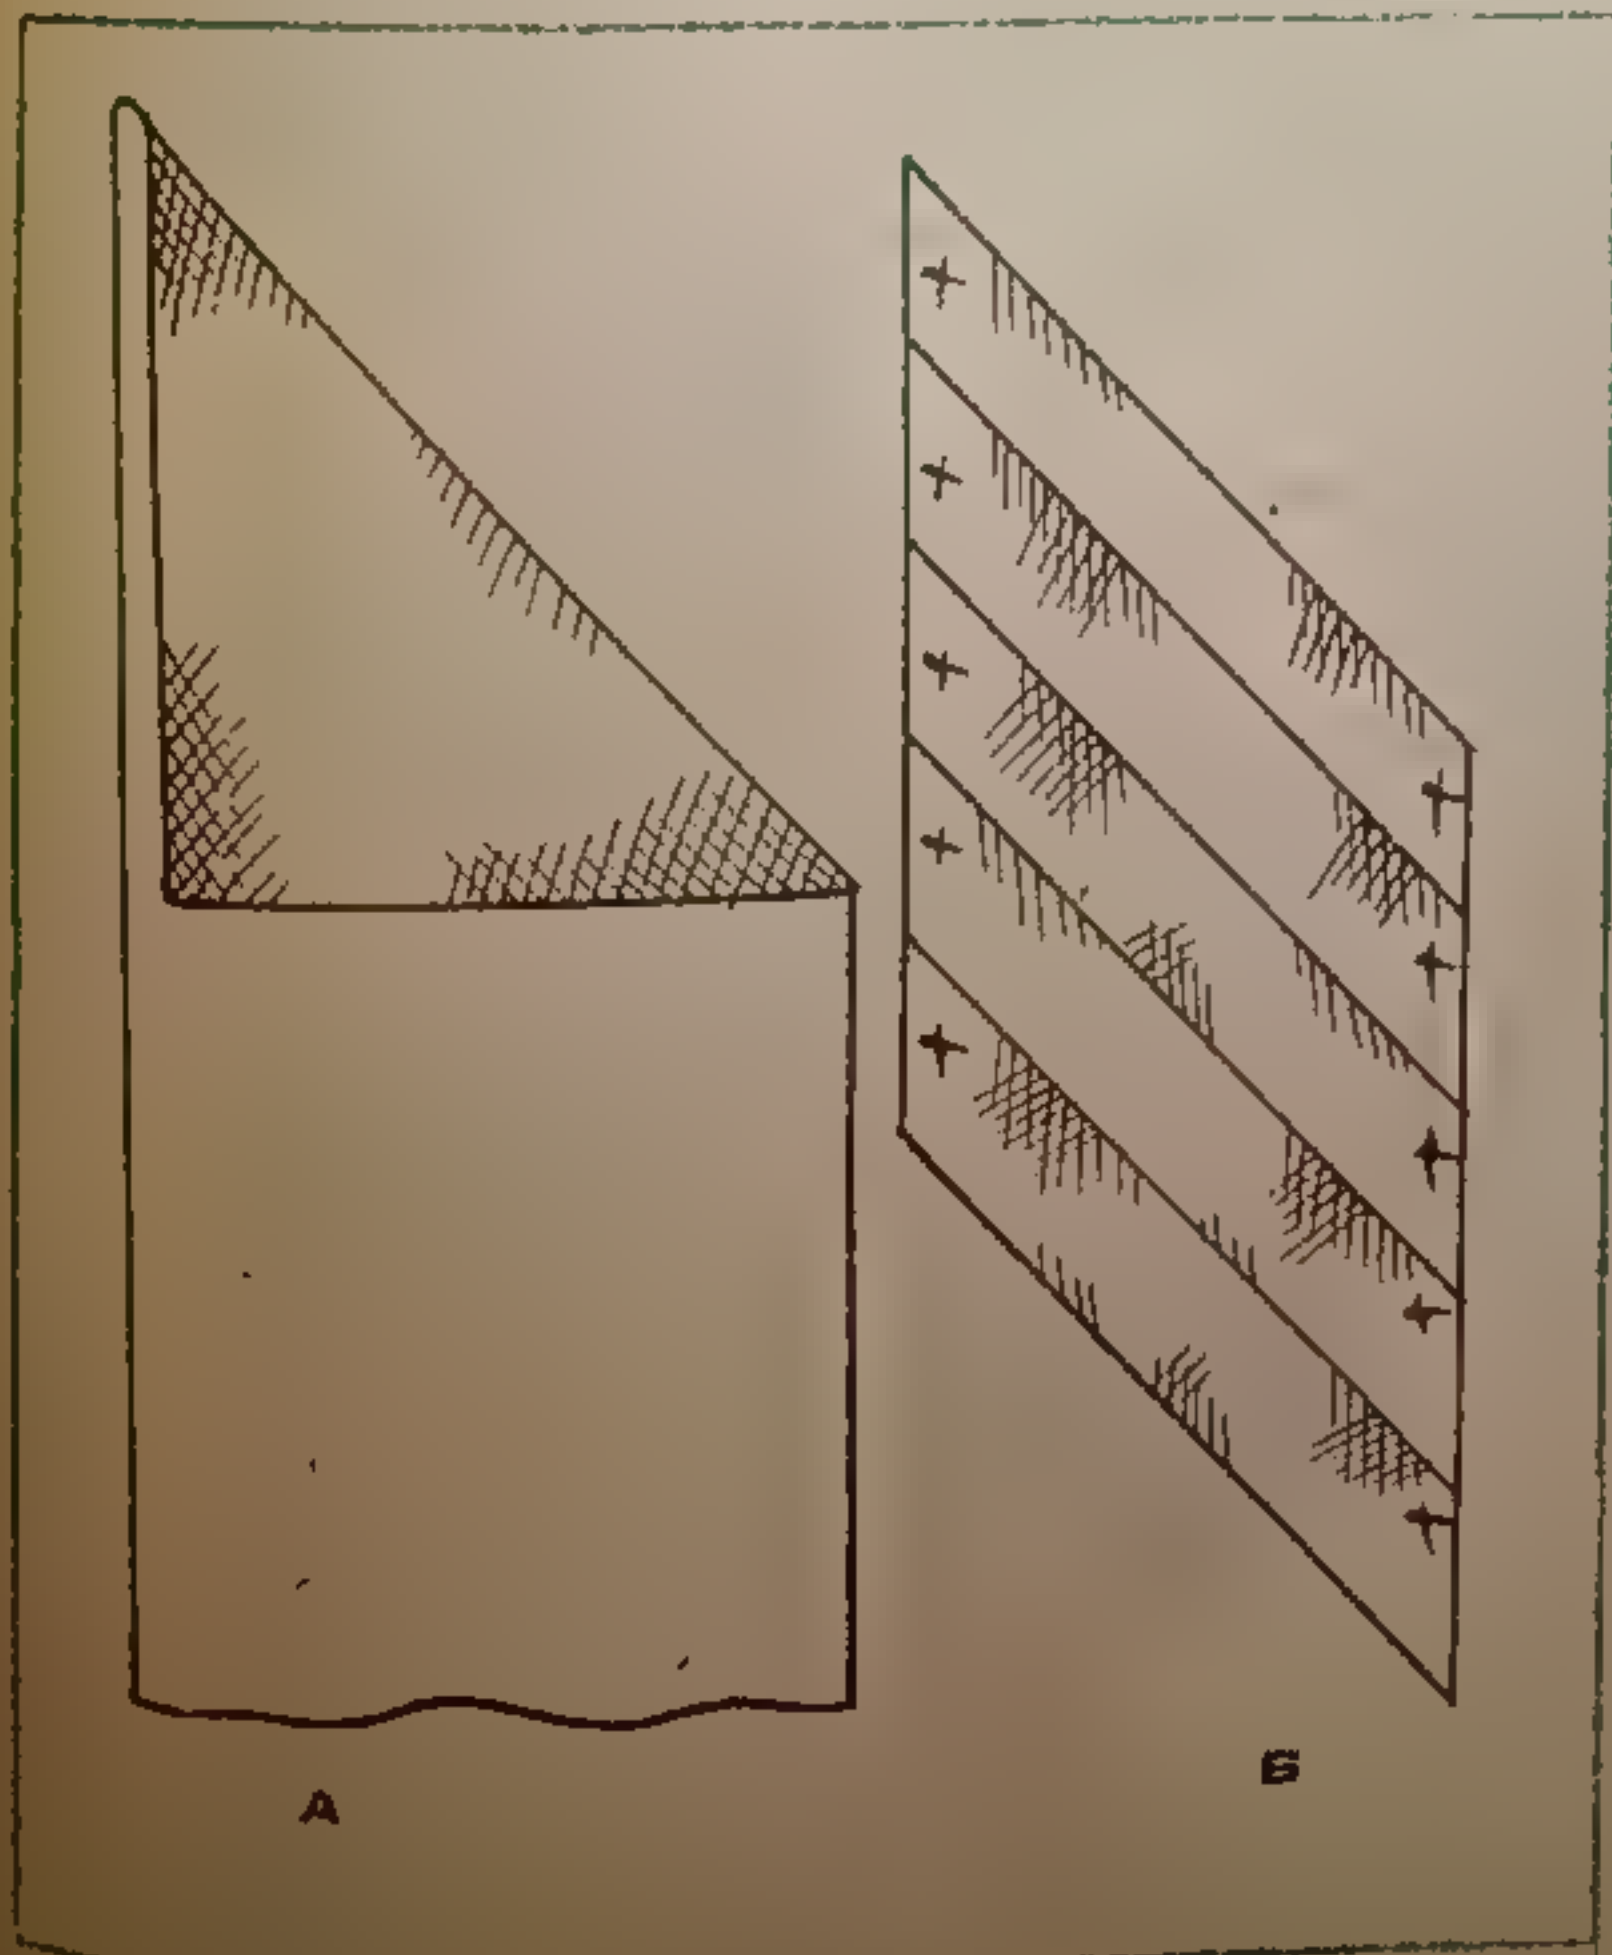
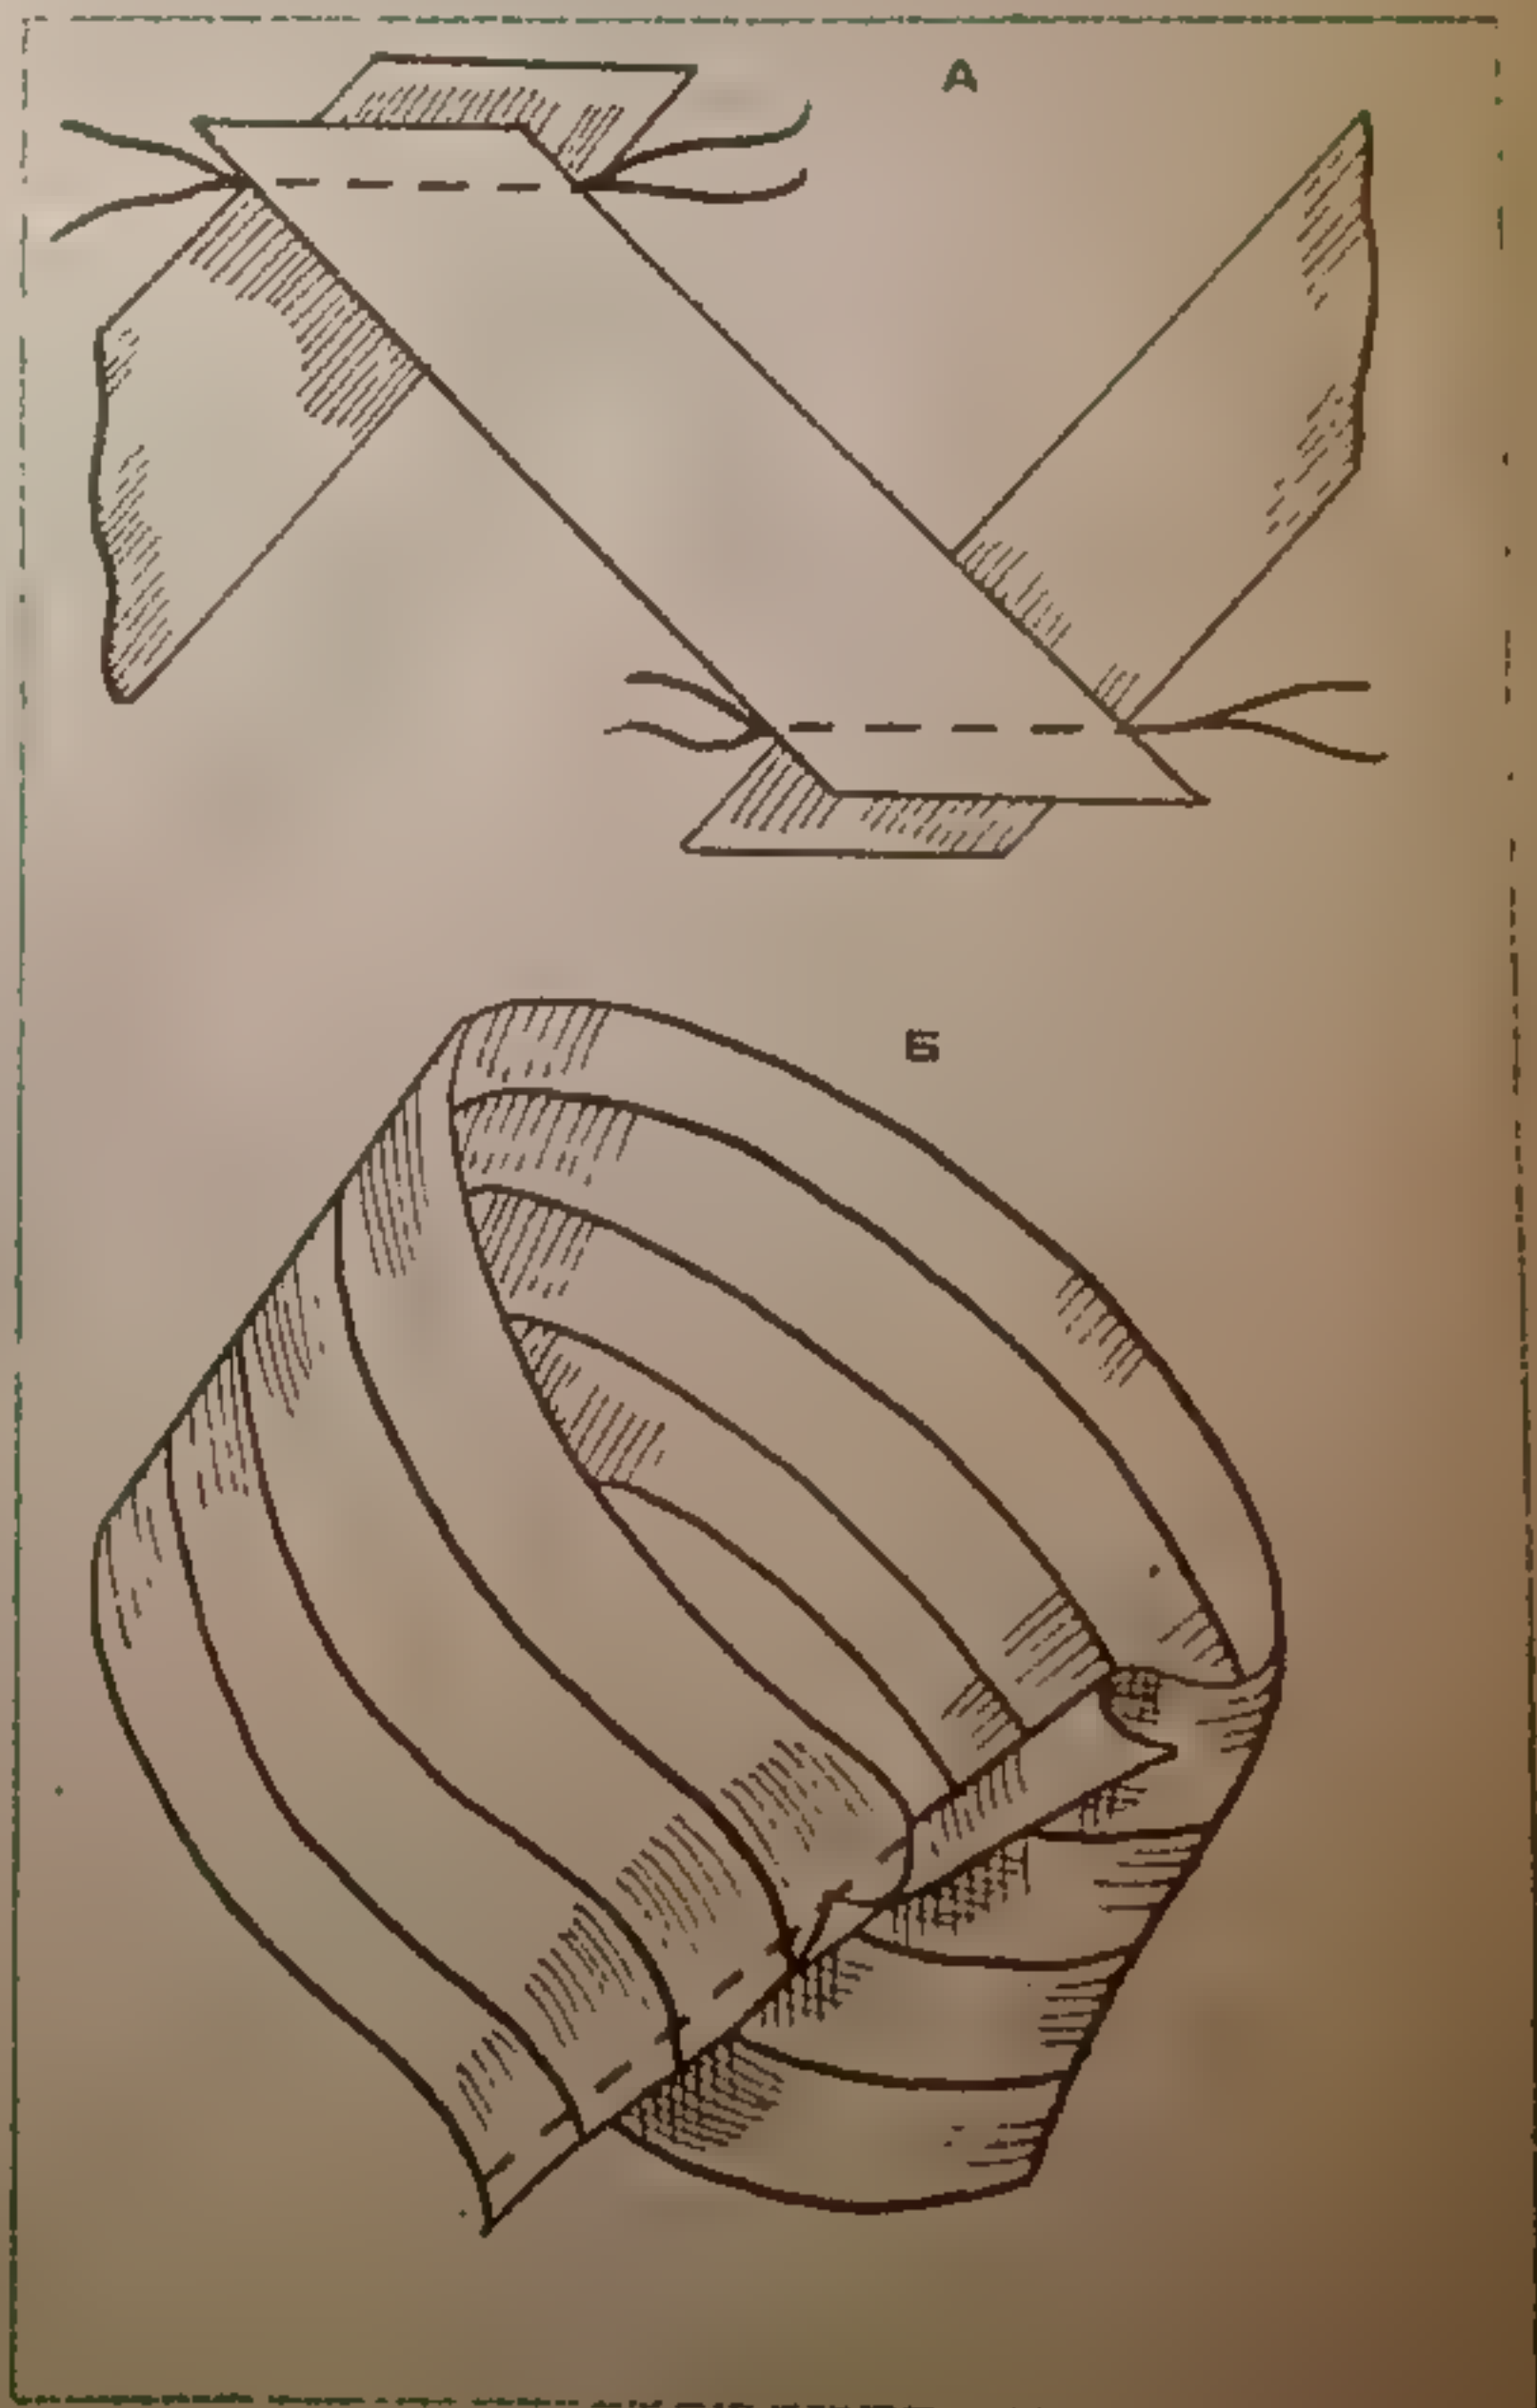

Рис. 40.
Рис. 41.
Раскраивается косая бейка так: ткань перегибают, чтобы долевая нить легла на поперечную (рис. 40, а). Ткань разрезают по приутюженному сгибу, а от среза откладывают необходимую ширину бейки (обычно 2,5—3 см). Для того чтобы при соединении беек не спутать долевую нить с утком (поперечной нитью), необходимо долевые срезы отметить (рис. 40, б).
- составные части беек сложить лицевыми сторонами внутрь по долевой нити «домиком» (рис. 41, а);
Можно облегчить себе жизнь, заготовив длинную косую бейку (непрерывную) очень простым способом. Размеченную ткань обрезать снизу и сверху по косой (см. рис. 40, б), затем свернуть трубочкой и соединить по долевой так, чтобы долевые срезы были смещены на одну ширину косой бейки, как показано на рис. 41, б. Как видите, линии разметки при этом образовали непрерывную спираль. Прострочите, разутюжьте шов, не забывая о том, что лицевая сторона ткани должна находиться внутри трубочки. Теперь остается только разрезать полученную трубочку по спирали. Длинная косая бейка готова!